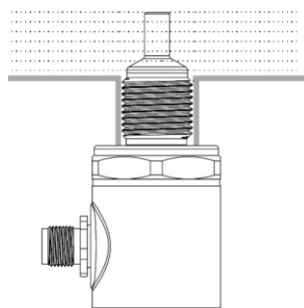

Рисунок 3
(3) Если труба не заполнена жидкостью, SP следует установить под трубой так, чтобы уровень жидкости был выше стержня датчика потока (рис. 3).